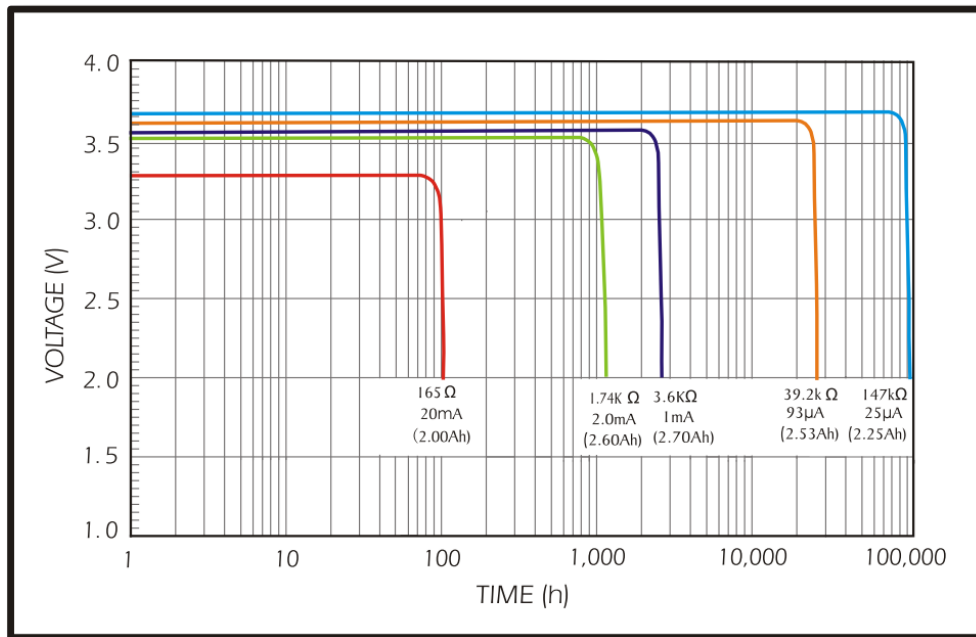

图 10-1 放电电流曲线
1. 图 10-1 是电池厂商以定电流测试方式产生的放电电流曲线，以上图五条曲线来计算绝对型编码器在耗电流 65 μ A 下，电池电压维持在 3 V 以上可使用年限为 21900hr 相当于 2.5 * 年，因此将绝对型编码器的电池低电压规范设定在 3.1 V。